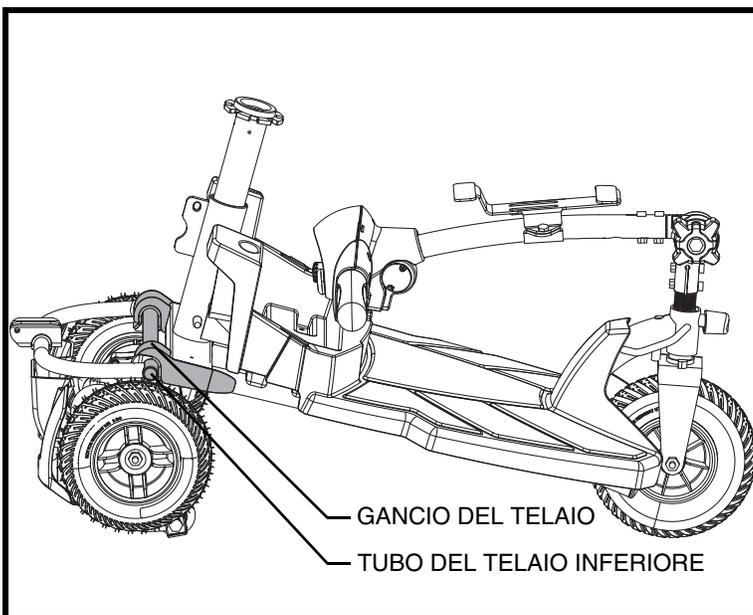

Figura 26. Separazione telaio
3. Sollevare il pistone e far ruotare all'indietro la parte posteriore fino a quando i fermi del telaio non saranno più bloccati nel tubo del telaio inferiore. **Vedere figura 26.**
4. Separare lentamente le due parti. **Vedere figura 26.**
**NOTA:** Prima di effettuare il montaggio, inclinare la metà posteriore del miniscooter leggermente all'indietro sulle ruote antiribaltamento, come illustrato nella figura 26.